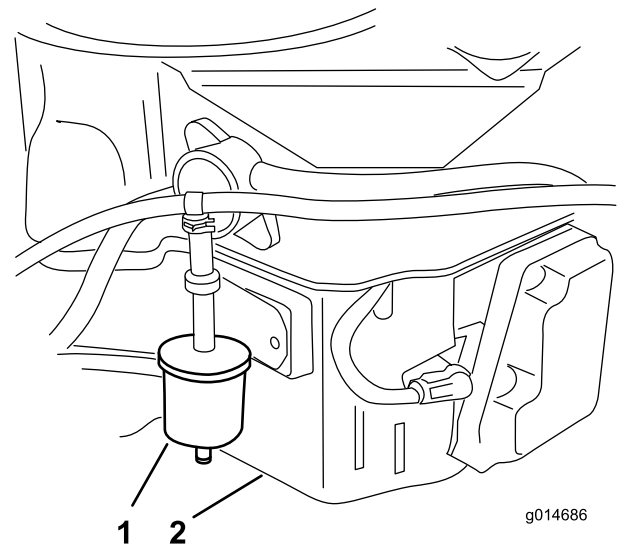

Figura 35
3. Retire el filtro del respiradero del combustible (Figura 35).